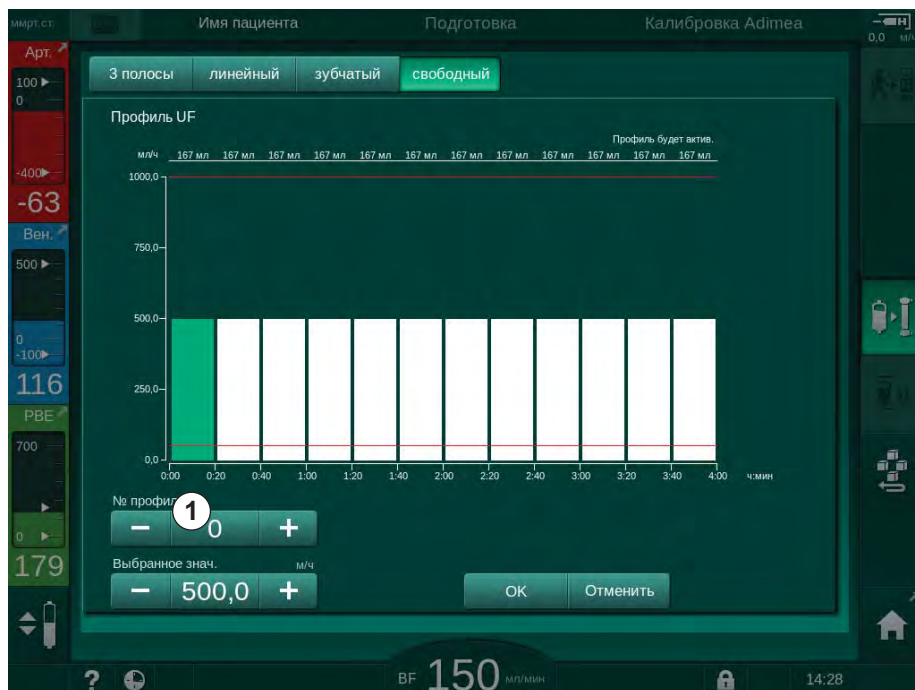

Рис. 5-15 Выбор профиля UF
4. Чтобы выбрать один из 10 предустановленных свободно редактируемых профилей, нажмите кнопку + или – в поле группы № профиля (Рис. 5-15, ①) или введите номер профиля от 1 до 10 непосредственно в поле.